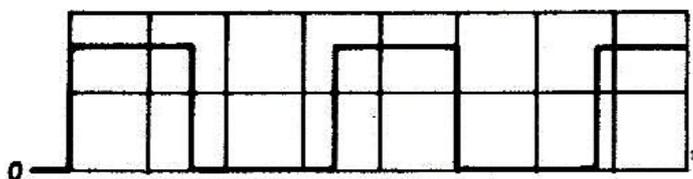

Fig.2- Signal sur 6 de AR102
a) le circuit AR102-2 est monté en générateur de signaux rectangulaires (1 - Fig.1) et de dent de scie (6-Fig.2) à une fréquence de 30 KHz